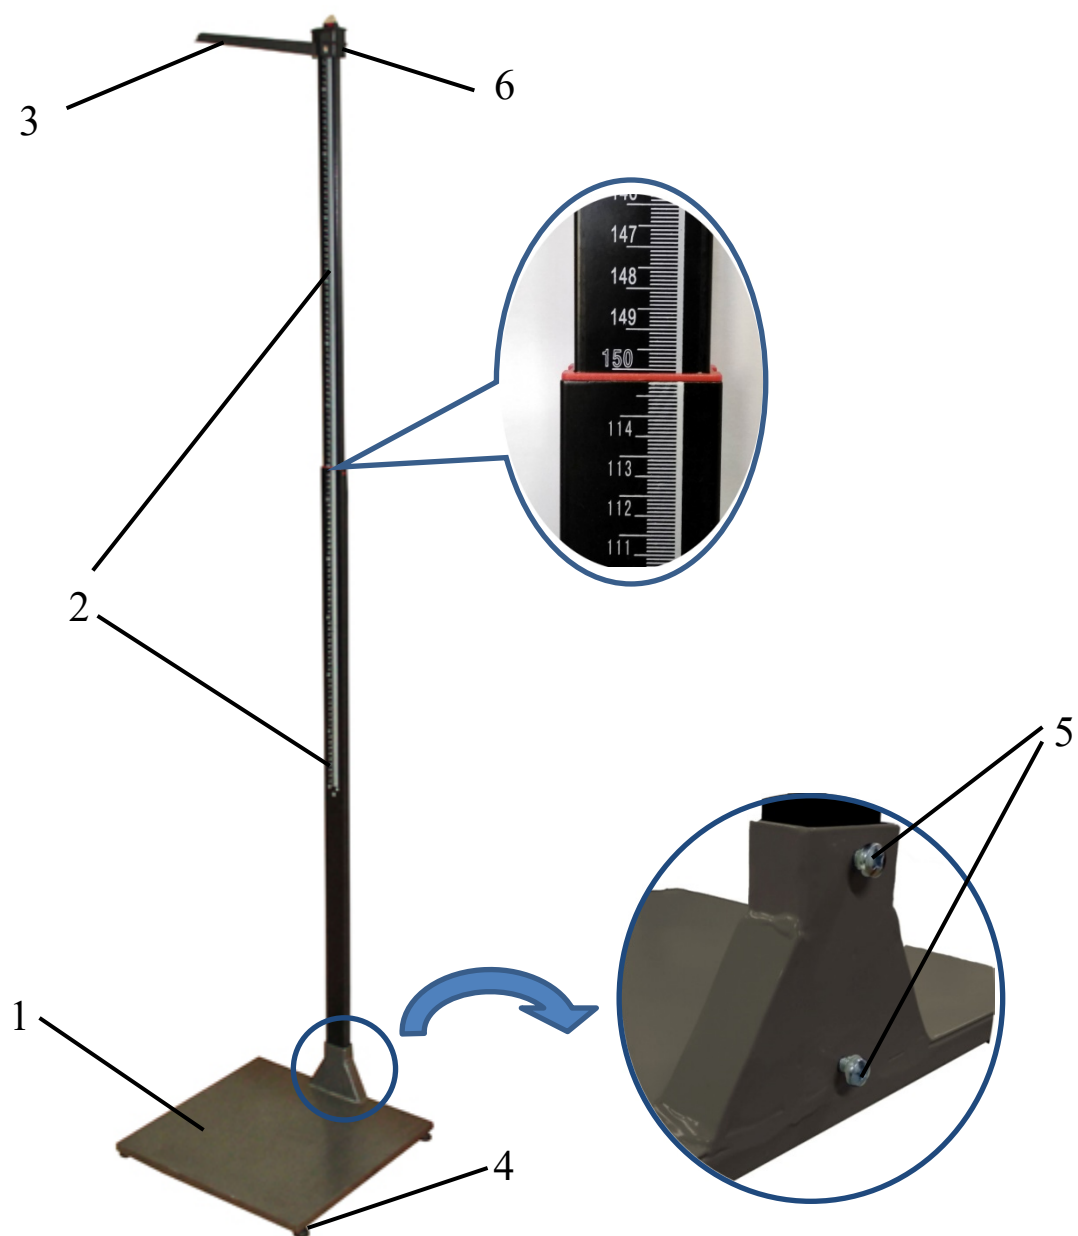

Рис. 2
2.1.2 Выберите место предполагаемого размещения ростомера МР-01, установите основание 1 на прочную, ровную поверхность, не подвергаемую вибрации, добейтесь устойчивого положения с помощью регулируемых опор 4 (см. рис. 2).
- 2) Пациент становится на основание поз. 1 рис. 2 и 3 (для ростометров МР-01 и МР-01/С), на платформу весов (МР-02) либо на пол (МР-03), касаясь вертикальной стойки ягодицами и межлопаточной областью.
- 3) Опустите стойку ростомера поз. 2 рис. 2 до касания мерной планки поз. 3 рис. 2 с головой пациента.
- 4) Считывание показаний измерения производится на пересечении стойки см. рис. 2.
- 1) Опустить стойку ростомера 2 (рис. 2), вниз до упора, разложить мерную планку, чтобы она заняла горизонтальное положение относительно основания.
- 3) Опустите стойку ростомера поз.2 рис. 2 до касания мерной планки поз. 3 рис. 2 с поверхностью головы пациента.
- 4) Считывание показаний измерения производится на пересечении стойки см. рис. 2